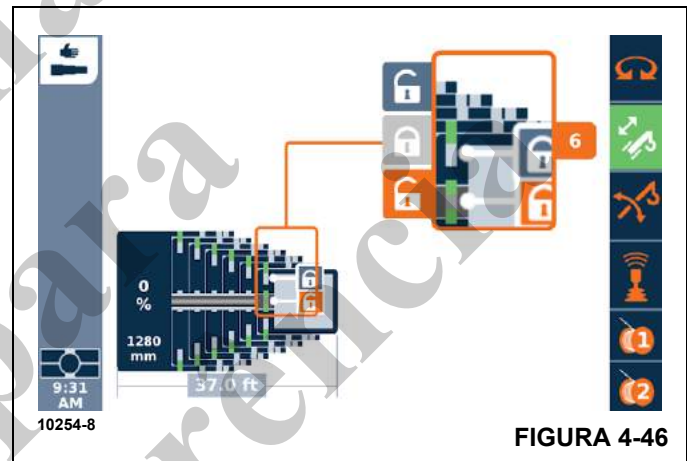

FIGURA 4-46
- O Modo manual mostra uma vista expandida do mecanismo de fixação do cilindro telescópico com os mesmos ícones de destravamento e um ícone de travamento, como visto na Figura 4-46 (em vez dos valores de configuração da lança final solicitados para o Modo semiautomático). Quando um dos ícones de destravamento ou travamento fica disponível para ser selecionado (muda da cor cinza básica para a cor de destaque), então o operador poderá solicitar o comando